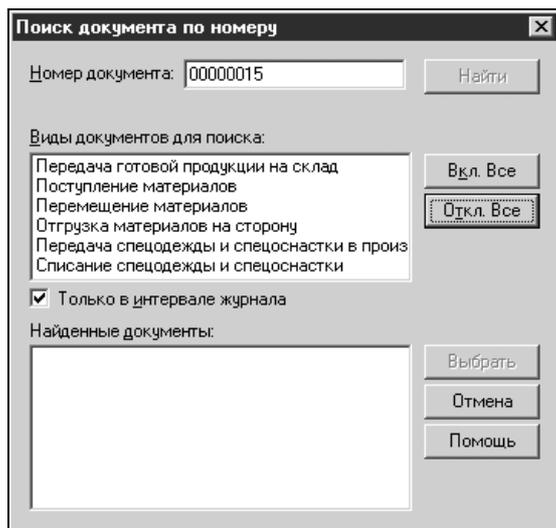

Рис. 2.19. Диалоговое окно Поиск документа по номеру
1. Выбрать в меню **Действия** главного меню программы пункт **Найти по номеру** в группе **Поиск**. На экран будет выдано диалоговое окно **Поиск документа по номеру**. Окно запроса в верхней части содержит список видов документов, которые включаются в текущий журнал (рис. 2.19).